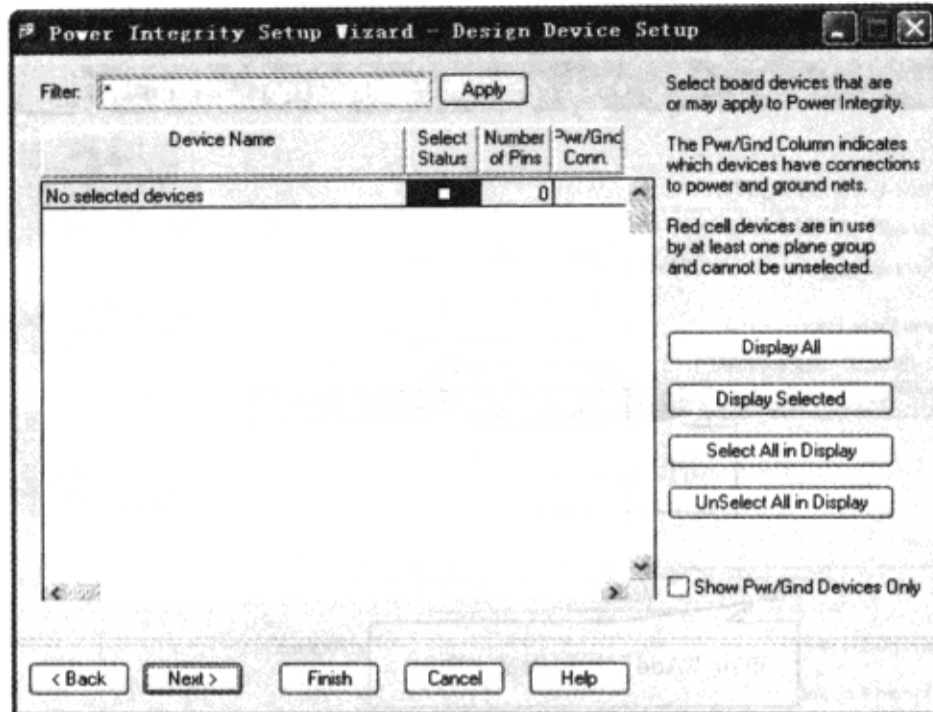

图 7-12-47 “Power Integrity Setup Wizard-Design Device Setup” 对话框
8) 设计器件设置 在“Power Integrity Setup Wizard - Power Pair Setup”对话框中单击“Next”按钮，弹出 Design Device Setup”对话框，如图 7-12-47 所示，在对话框中会显示 PCB 数据库中的双引脚器件，同时对话框还会显示哪些元器件与电源和地相连接，因为这是一个新